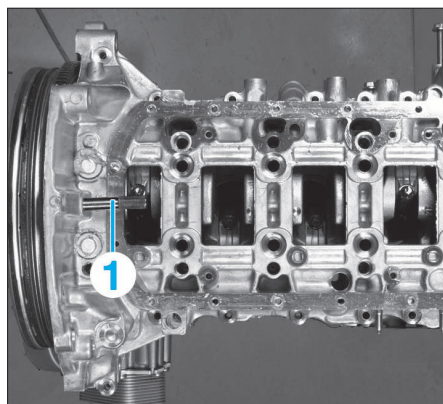

FIG. 25
- Amener le vilebrequin de façon à insérer la pige de blocage (Ø 12 mm) (1) du volant moteur (outil réf. (-).0194.C) (Fig. 25).
- Déposer la pige de blocage (1) (Fig. 25).